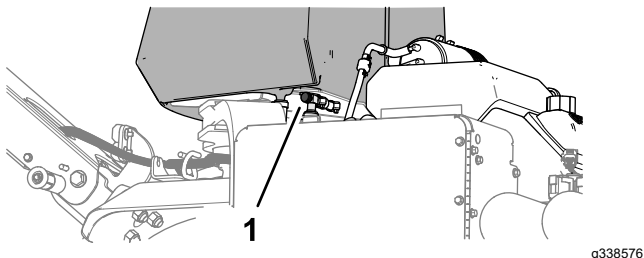

Figura 72
5. Si va a transportar o a almacenar la máquina, cierre la válvula de cierre del combustible (Figura 72).